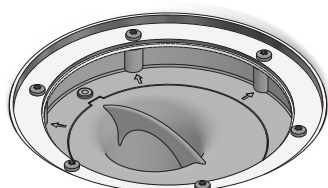

Fig. 9
9. Membran skjæres til på innsiden av klemringen. (Fig. 9)